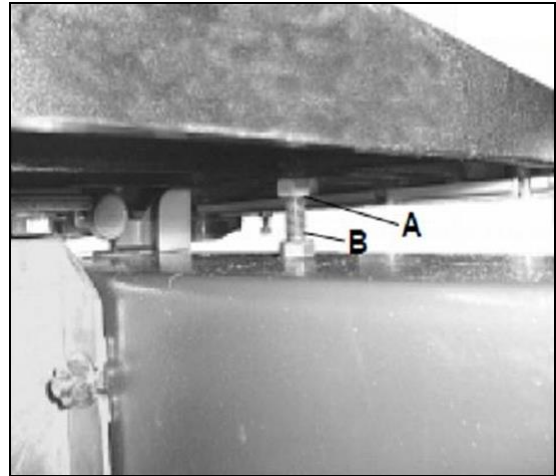

Abb. 13
Siehe Abb. 13:
Die Mutter (A, Abb. 13) lösen, Schraube (B) einstellen.